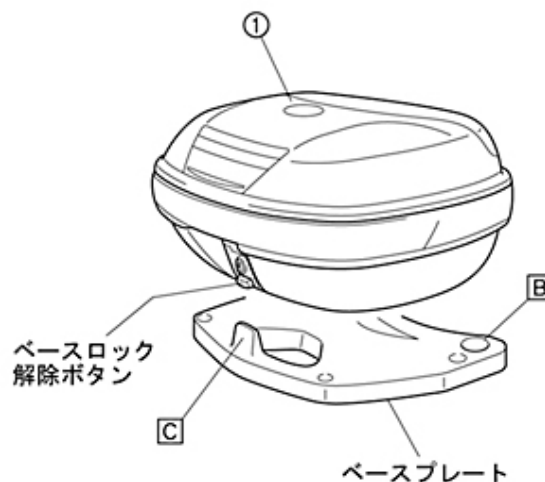

図 B1
- ①E460 ケースを両手でしっかりと支え持ち、脱落させないように十分注意しながら、ベースプレート前側の凸部（図 B1-B：2箇所）に①ケース底面の前側凹部（2箇所）をしっかりと勘合させます。
- 引き続き①ケースをしっかりと支え持ち、手順1で行なった前側の勘合が左右で歪んだり外れたりしないよう十分注意しながら、ベースプレート後側のアタッチメント（図 B1-C：1箇所）に①ケース底面の後側勘合部を押し当て、ベースプレートに①ケースを確実に取り付けます。